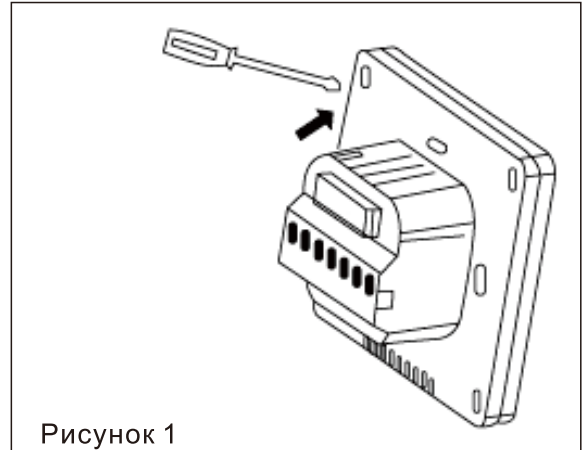
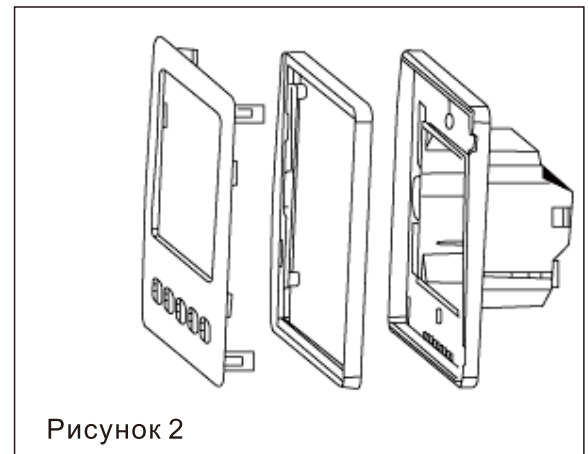

Рисунок 1
Рисунок 2
- Рисунок 1 Рисунок 2
2. Отсоедините декоративную панель, вставив отвертку в монтажную щель сбоку (рис. 1).
3. Снимите заднюю панель в соответствии с рис.2, разъединив разъем на шлейфе индикатора.